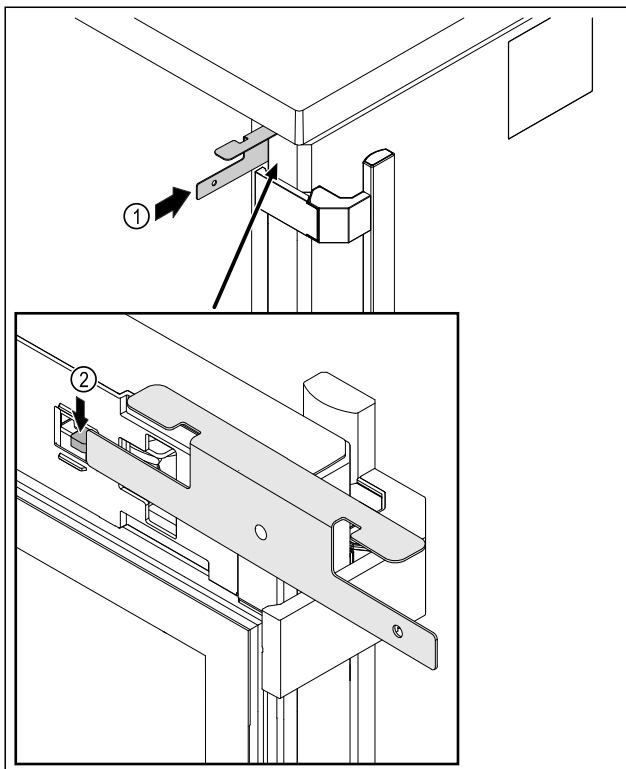

Fig. 218
- Įkiškite avarinio atrakinimo raktą Fig. 218 (1) tarp durų ir prietaiso korpuso.
- Paspauskite užrakto kabliuką Fig. 218 (2) lanksto kryptimi.